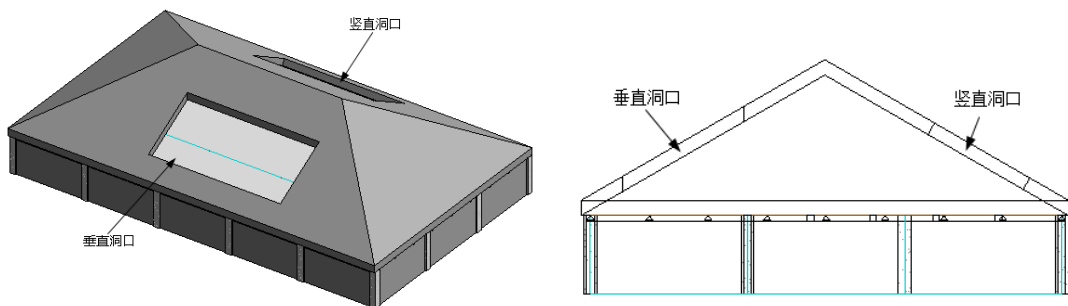

图 12-40 垂直洞口
(4) 单击“模式”面板中的“完成编辑模式”按钮，完成垂直洞口的绘制，如图 12-40 所示。